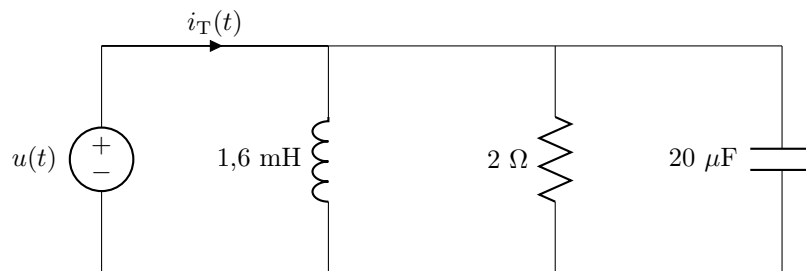

Figura 4.2: Circuito del problema 28.
28. La tensión aplicada al circuito representado en la figura 4.2 es  $u(t) = 50 \cdot \text{sen}(5.000t + 45^\circ) \text{ V}$ . Halla las intensidades de corriente en todas las ramas así como la intensidad total  $i_T(t)$ .